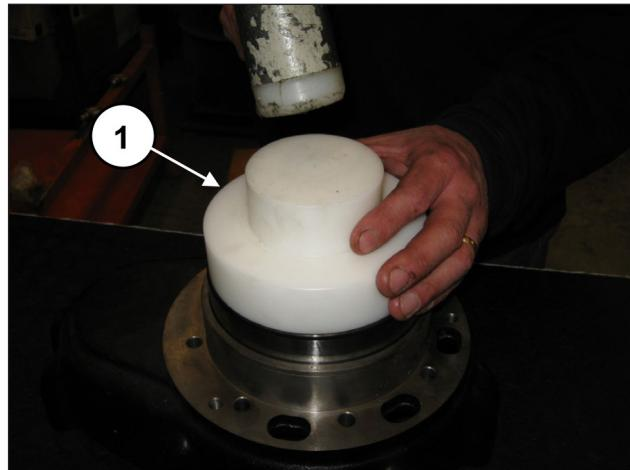
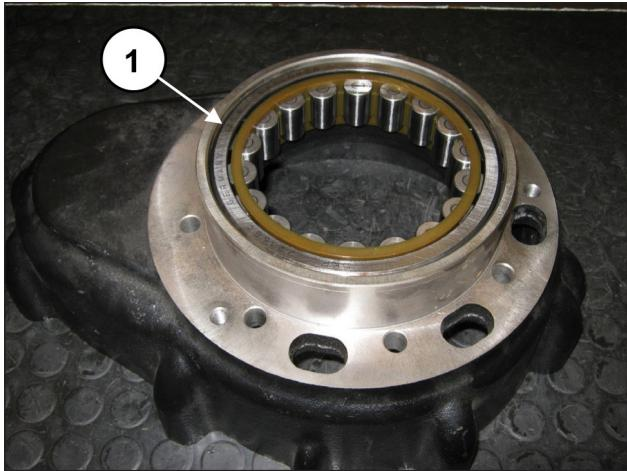

图 53
图 54
在变速箱箱体的另一侧，用代码27605000的工具（位置①，图 53）预装曲轴轴承的外圈，直到它完全啮合（位置①，图 54）。